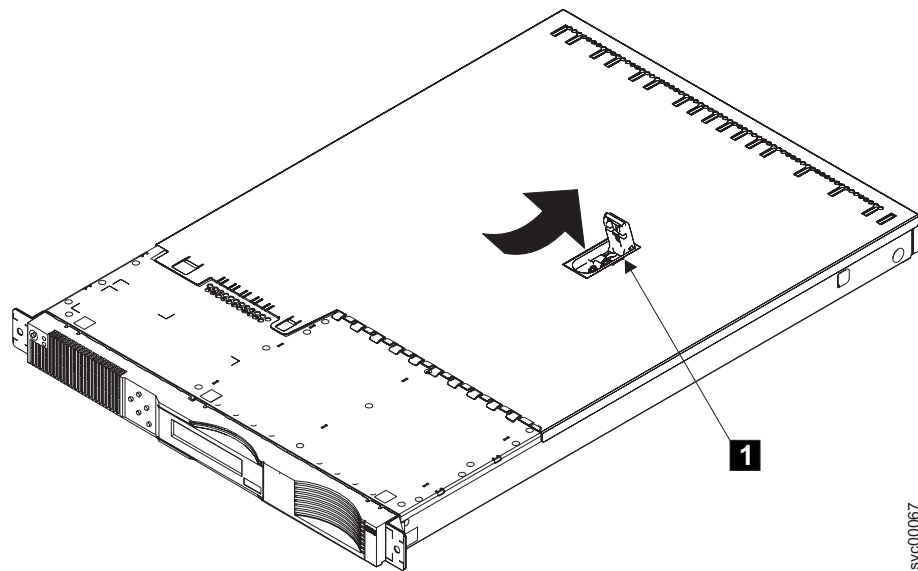

図 77. 上部カバーの取り付け
1. レバー **1** が完全に持ち上げられていることを確認します。図 77 を参照してください。